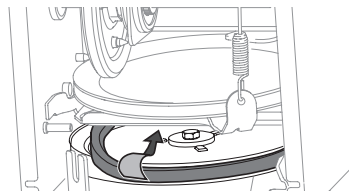

Figure 89
7. Enlevez la courroie de la poulie des tarières, puis placez la courroie entre le support et la poulie des tarières. Voir Figure 89.